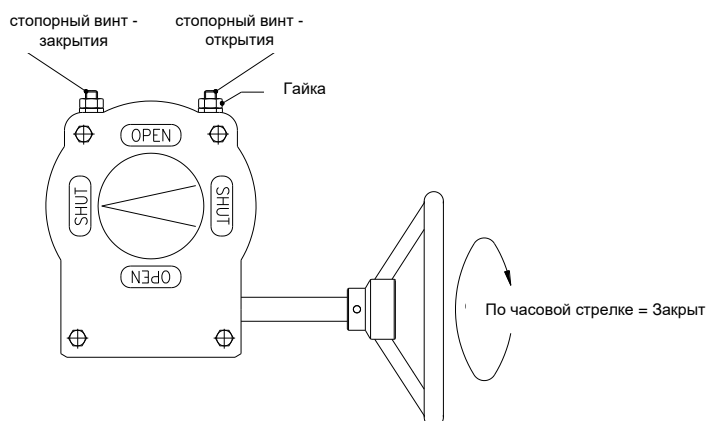

Рисунок 10: настройка стопорных болтов для левостороннего редуктора
4. Если не выполняется полностью закрытое положение, выкрутить стопорный винт - закрытия (см. рисунок 10) вращением против часовой стрелки. Продолжать вращение штурвалом до полного закрытия арматуры.